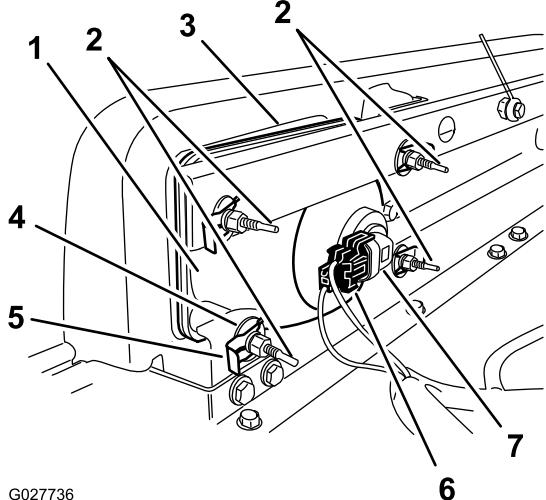

Figura 50
3. Scollegate il connettore elettrico del cablaggio dal connettore del gruppo luci (Figura 50).
4. Togliete i fermagli e le rondelle che tengono bloccato il faro anteriore sulla relativa staffa (Figura 50).
5. Rimuovete il gruppo faro anteriore spostandolo in avanti attraverso l'apertura nel paraurti anteriore (Figura 50).
6. Montate il nuovo faro anteriore attraverso l'apertura nel paraurti (Figura 50).
8. Collegate il connettore elettrico del cablaggio al connettore del nuovo gruppo luci (Figura 50).
2. Sul retro del gruppo faro, ruotate le viti di regolazione (Figura 50) per ruotare il gruppo faro e allineare la posizione di getto del fascio.